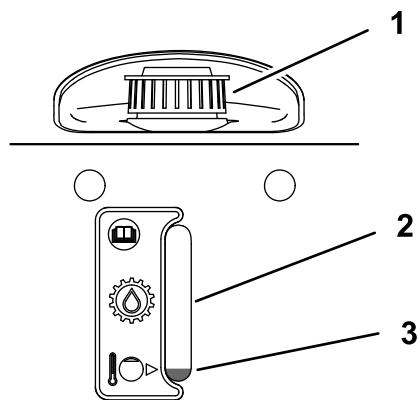

Figura 45
4. Use la mirilla para comprobar el nivel de fluido del tanque de expansión (Figura 45).
- Añada fluido hidráulico al depósito de expansión hasta que llegue a la línea de fluido (Figura 45).